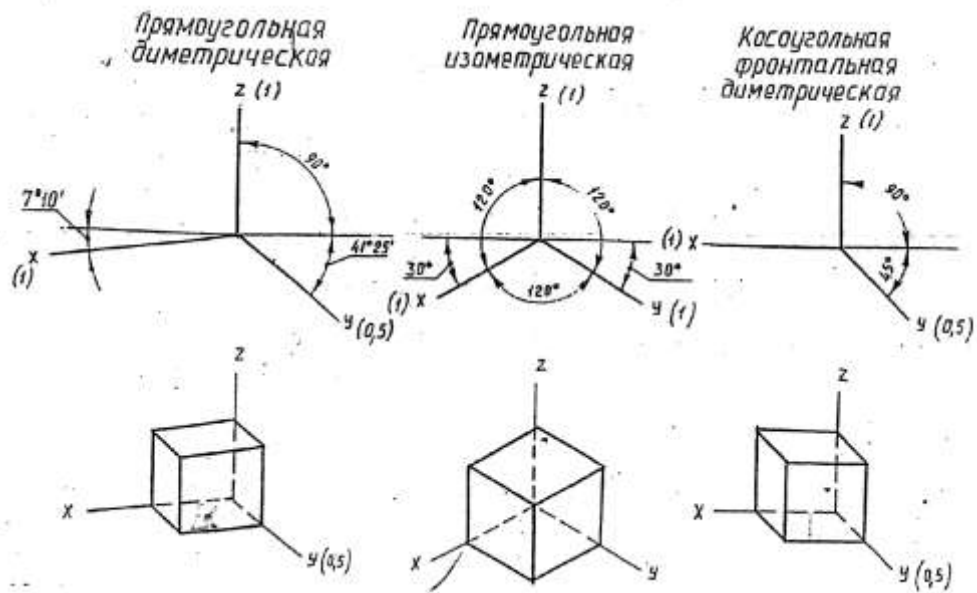

Рис.15 Виды аксонометрических проекций
- косоугольная фронтальная диметрическая проекция и др. (рис.15.)